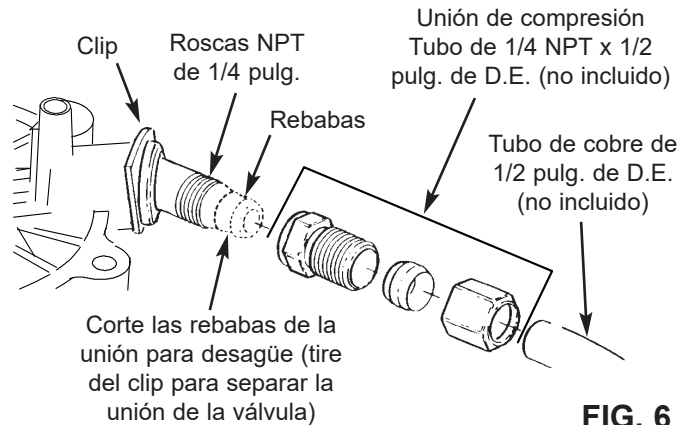

FIG. 6
Use la manguera flexible de desagüe (incluida), mídala y córtela a la longitud necesaria. No en todas las localidades se permite usar mangueras flexibles de desagüe (consulte sus códigos de plomería). Si los códigos locales no permiten usar una manguera flexible de desagüe, deberá instalar un desagüe con válvula rígida. Adquiera una unión de compresión (NPT de 1/4 x tubo de 1/2 pulg. como mínimo) y un tubo de 1/2 pulg. en su ferretería local. Instale un desagüe rígido según se necesite (vea la Fig. 6).
3. Mueva las válvulas de derivación a la posición de “derivación” (Bypass) (vea las Fig. 6 y 7). En una válvula de una derivación, deslice el vástago hacia adentro a la posición de derivación. En una derivación de 3 válvulas, cierre las válvulas de entrada y salida, y abra la válvula de derivación.